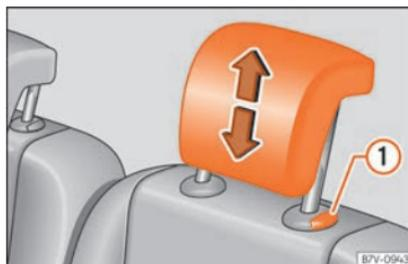

Fig. 157 Montage de l'appuie-tête de la deuxième ou troisième rangée de sièges.
- Retirez l'appuie-tête » fig. 157  en appuyant sur le bouton.